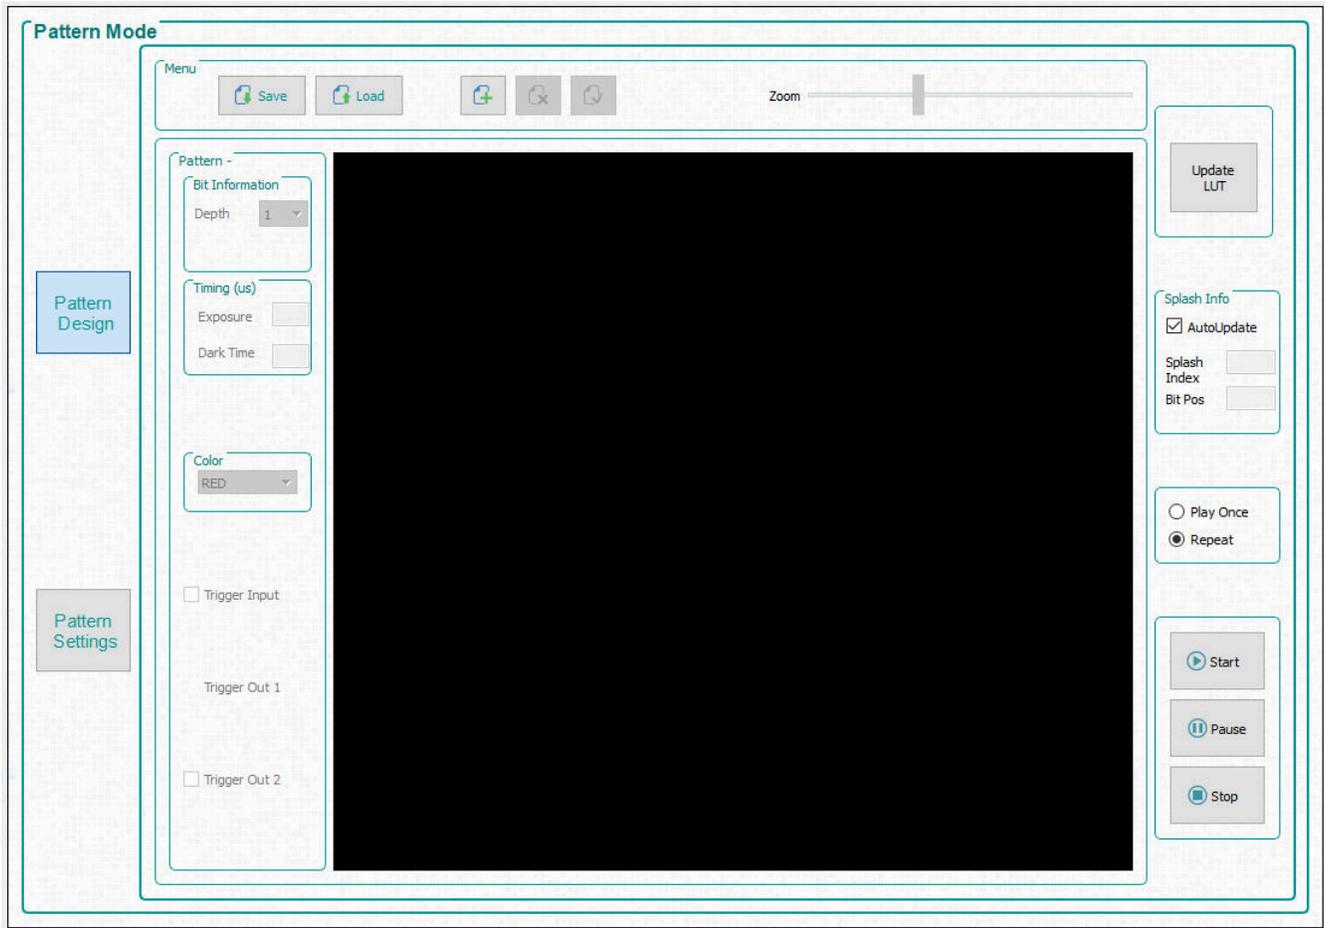

图 5-1. 图案模式面板
1. 从 **Operating Mode** 编组框中选择 **Pattern On-The-Fly Mode**，然后点击 **Pattern Design** 按钮，这时会如图 5-1 所示显示面板。